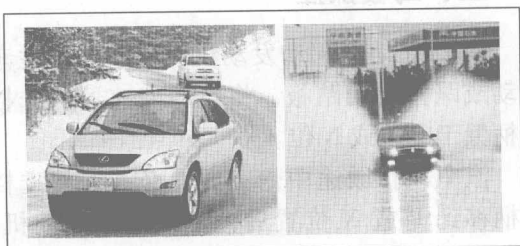

图 1-19 雪地或泥泞路面行驶
(5) 雨雪天行驶 在雪地或泥泞路面上行驶, 若选档手柄置于 D 位, 当驱动轮打滑时, 此时可将选档手柄置 S 档位或 L 档位, 强制自动变速器在低档行驶, 限制自动变速器的最高档位, 如图 1-19 所示。